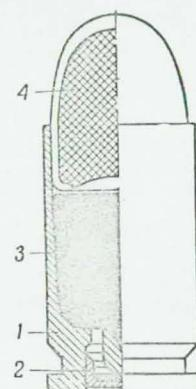

Рис. 44. 9-мм пистолетный патрон:
37. 9-мм пистолетный патрон (рис. 44) состоит из гильзы, капсюля, порохового заряда и пули.